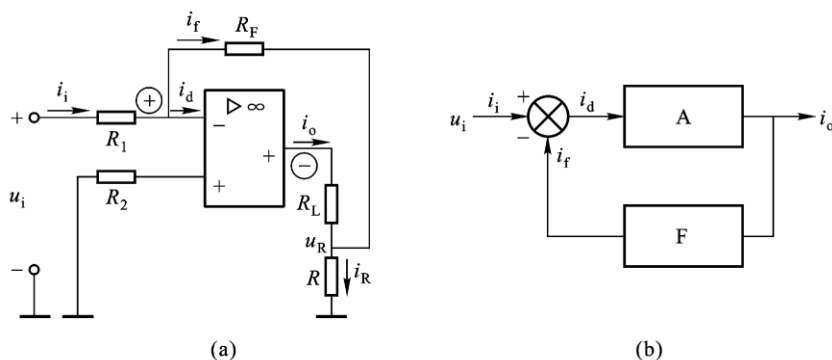

图 4 并联电流负反馈
(4) 并联电流负反馈电路如图 4(a)所示。设输入电压 u_i 为正, 各电流的实际方向如图 4(b)所示。差值电流 $i_d = i_i - i_f$
因 $i_1 = \frac{u_i}{R_1}$ ，且 $i_1 = i_f$ 所以 $i_o = -\frac{1}{R_1} \left(\frac{R_F}{R} + 1 \right) u_i$ 因此，图 4(a) 电路引入的是并联电流负反馈，图 4(b) 是其方框图。